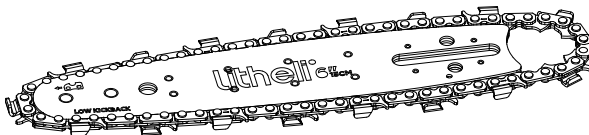

Abb. 2
2. Schieben Sie die Kette in den Schlitz um das Schwert und achten Sie darauf, dass die Kette in der richtigen Drehrichtung installiert ist. (Abb. 2)